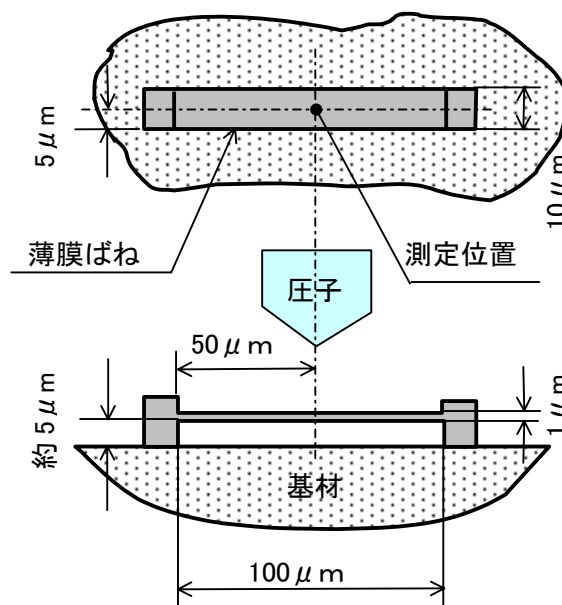

図1 試料の模式図
- 3) 試料の大きさ(部分的)および測定位置: 図1参照
2) 図1より、直線部分からのばね定数の計算は、次のようになります。